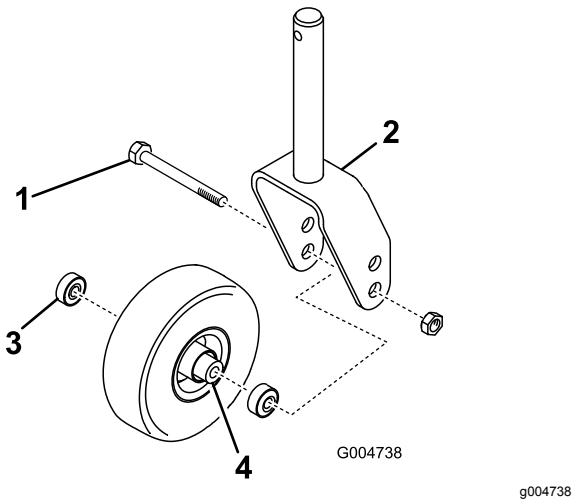

Figura 28
- Retire la contratuerca del perno que sujetá el conjunto de la rueda giratoria en la horquilla (Figura 28). Sujete la rueda giratoria y retire el perno de la horquilla o del brazo de pivot.
- Retire el cojinete de la rueda y deje que se caiga el suplemento del cojinete (Figura 28). Retire el cojinete del otro lado de la rueda.